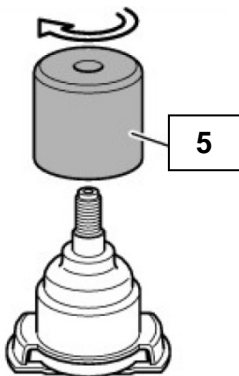

Fig. 4
2. Atornille el manguito de guía (5) sobre el manguito de goma en el pasador de la bisagra (consulte la Fig.4).